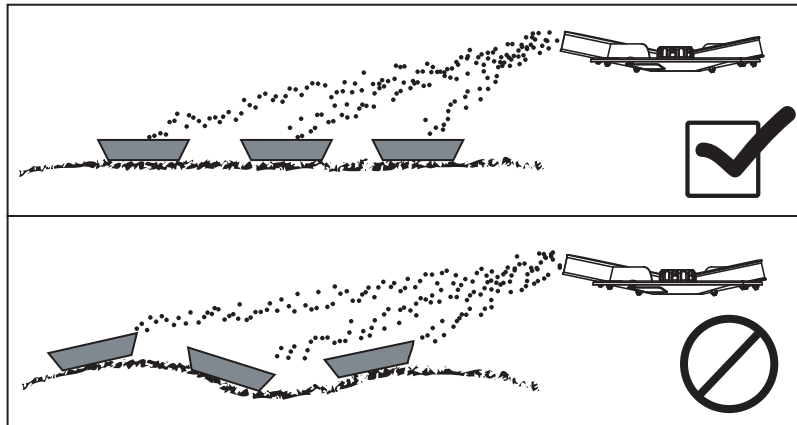

Bild 8.25: Aufstellung der Auffangschalen
- Die Auffangschalen waagrecht aufstellen. Schräg stehende Auffangschalen können zu Messfehlern führen (Bild 8.25).